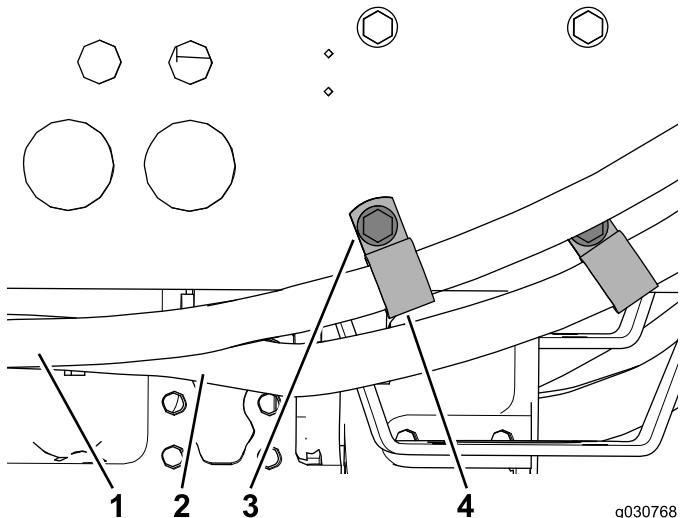

Figura 46
5. Instale una abrazadera en R en cada una de las mangueras del aire acondicionado con los 2 pernos existentes para sujetarlas al bastidor de la máquina (Figura 46).